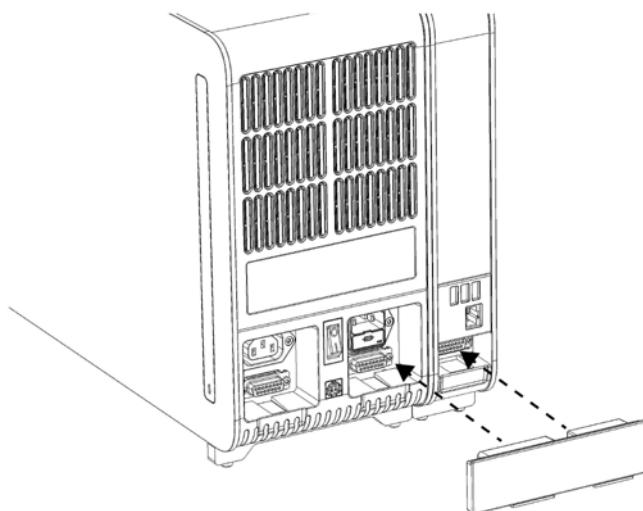

図 8. 分析/操作モジュールブリッジを接続。
5. 分析/操作モジュールブリッジを QIAstat-Dx Analyzer 1.0 の背面に接続して、操作モジュールと分析モジュールを一緒に接続します（図 8）。